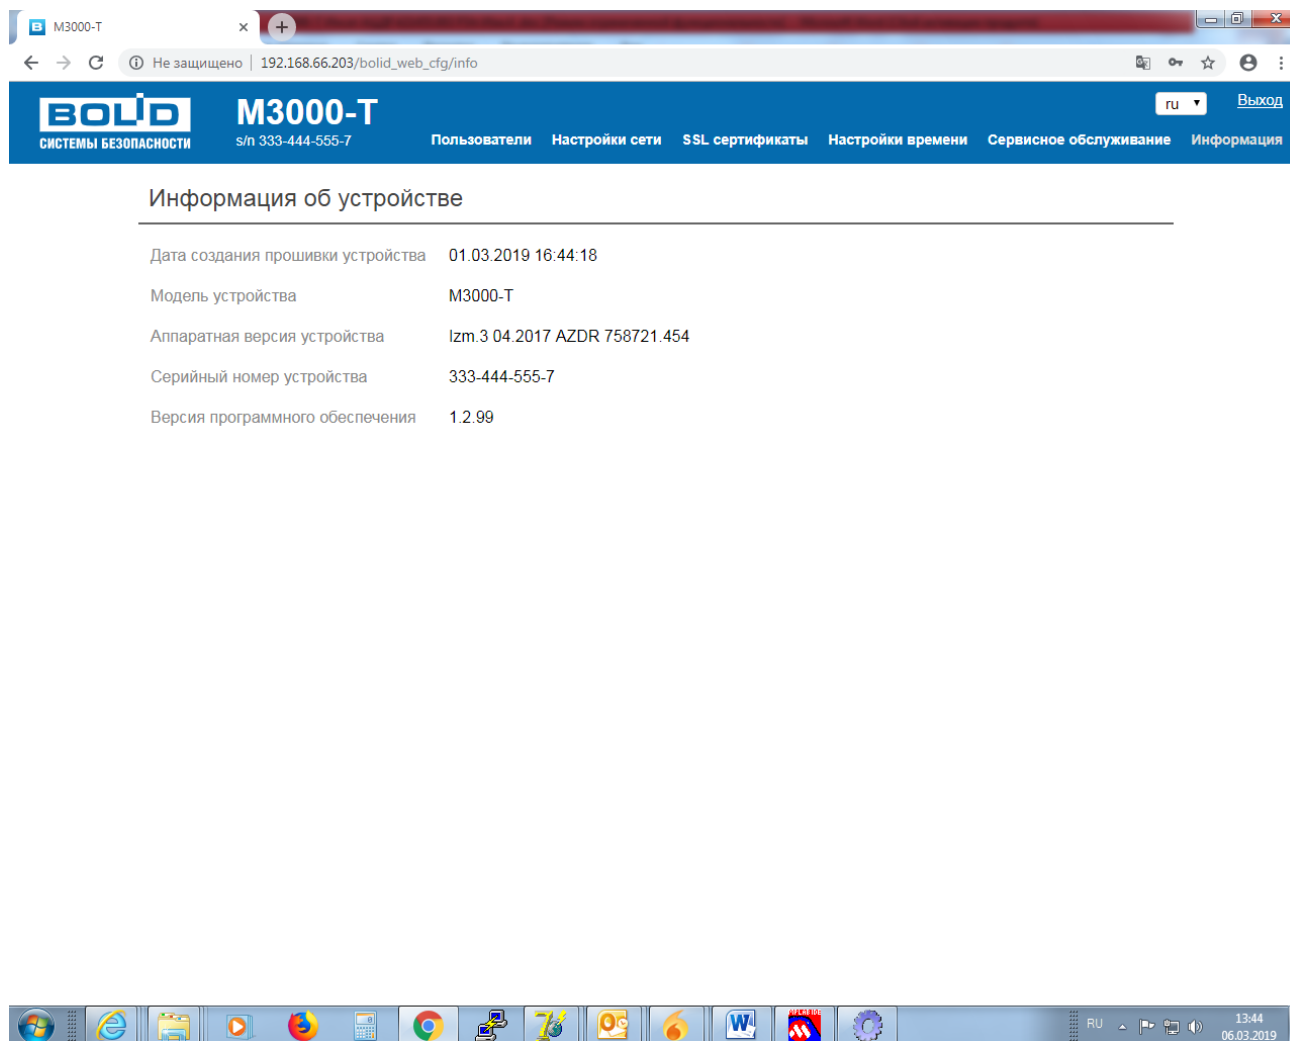

Рисунок 33 Страница «Информация»
Страница «Информация» содержит сведения об аппаратной части и программном обеспечении данного экземпляра изделия и его серийный номер. Внешний вид страницы представлен на Рис. 33.
- в разделе «Session» ввести номер COM-порта, к которому подключен контроллер (см. Рис.33) и нажать кнопку «Open».